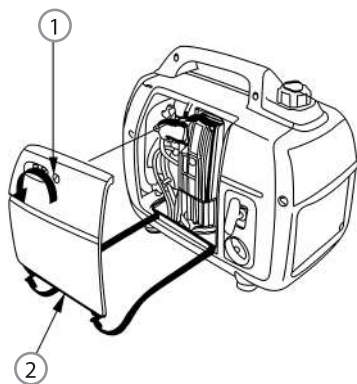

Рис. 22
1. Открутите крепежный винт 1 и снимите крышку сервисного доступа 2 (рис. 22).